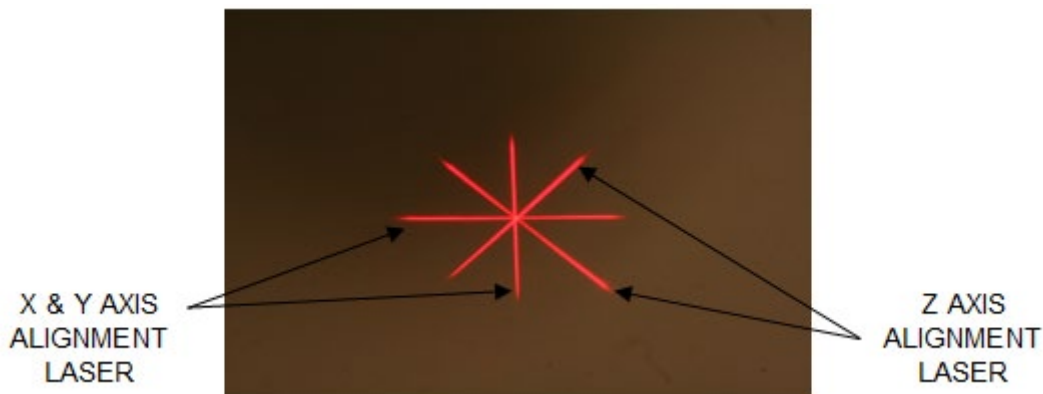

Figura 3-24. Allineamento dei reticoli rossi degli assi X e Y e dell'asse Z
- Il sistema KXL ha due laser di allineamento, come mostrato nella Figura 3-24.